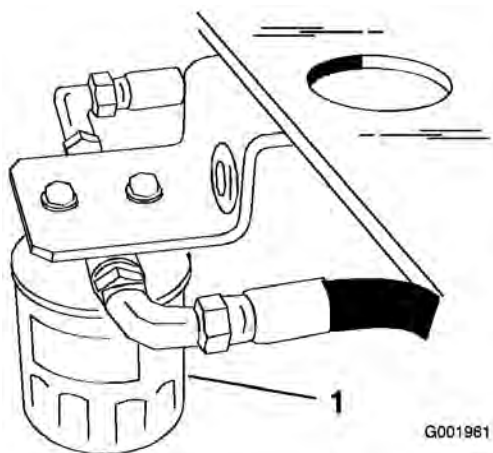

Figure 65
4. Localisez le filtre sous le réservoir à carburant et placez le bac de vidange sous le filtre (Figure 65).